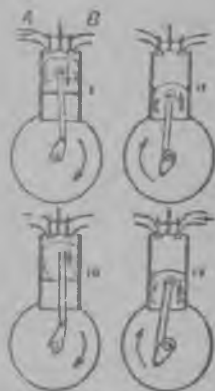

Рис. 229. Четырех-
60. Четырехтактнойн двигателян схема. Рисунок 229 он туоуду четырехтактнойн двигателян упрощенной схема. Двига-
лийкутетах поршня алах (рис. 229). Тāмāн
стау цилиндрах туллуон смесин (рис. 229, II).
поршнях и аетах сидā алах (рис. 229, III).
поршнян ўлāх (рис. 229, IV). Нугōй авуахес